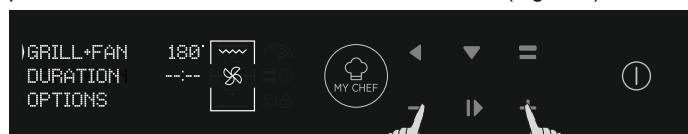

Figure 9
- Appuyez sur (+) ou (-) pour sélectionner la température souhaitée de la fonction sélectionnée. Appuyez sur OK pour continuer ou sur RETOUR pour revenir à la sélection des fonctions de cuisson. (Figure 9)